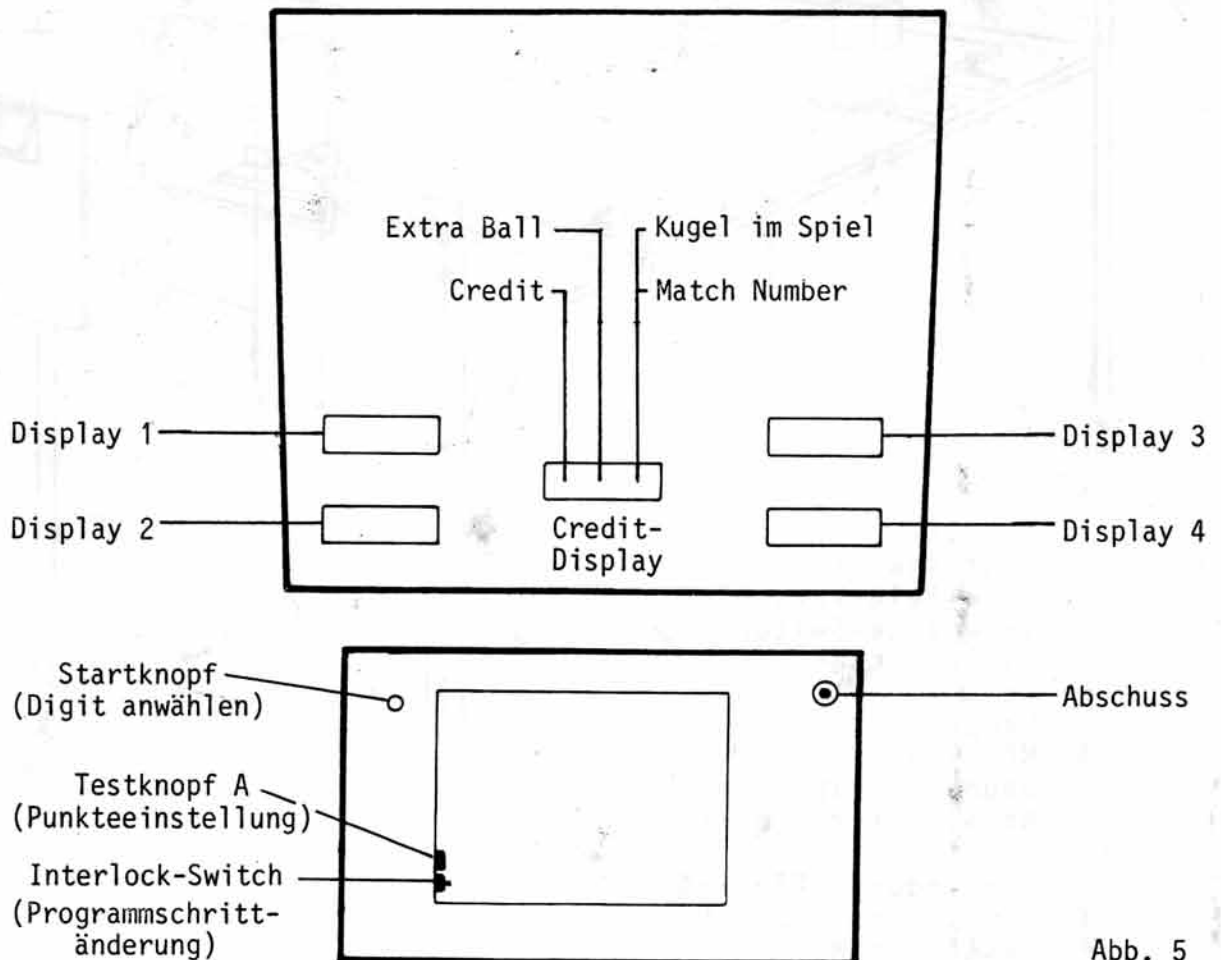

Abb. 5
- Bei eingeschaltetem Gerät Fronttür öffnen, den Interlock-Switch und Testknopf A gleichzeitig drücken. (Abb. 5)
- Auf dem Display 1 (Abb. 5) erscheint "test".
Bei gedrücktem Testknopf A (Abb. 5) werden durchlaufend die Ziffern 0-9 auf allen Digits angesteuert und alle Lampen blinken.
- Auf dem Credit-Display (Abb. 5) erscheint 0, wenn kein Kontakt geschlossen ist.
- Auf dem Credit-Display erscheint der Programmschritt 1 (Abb. 5). Drückt man mehrmals nacheinander den Interlock-Switch, so erscheinen die folgenden Programmschritte:
- Im Programmschritt 8 und bei Drücken des Interlock-Switch (Abb. 5) erscheint auf dem Display 1 "adjust" und auf dem Credit-Display der Programmschritt 01.
- Zur Programmschrittänderung (Digit anwählen) ist der Interlock-Switch zu ziehen und der Startknopf zu drücken. Mit dem Testknopf A wird der gewünschte Wert eingestellt und im Display 2 angezeigt (Abb. 5).